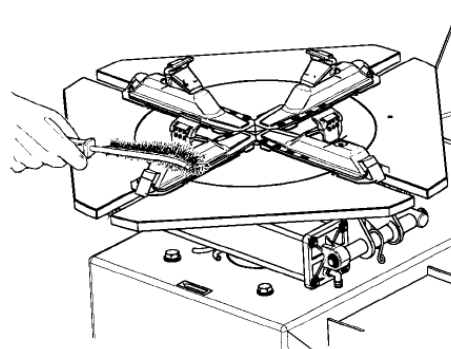

Figura 23
- Drene a água do filtro (Figura 23, detalhe A) diariamente;